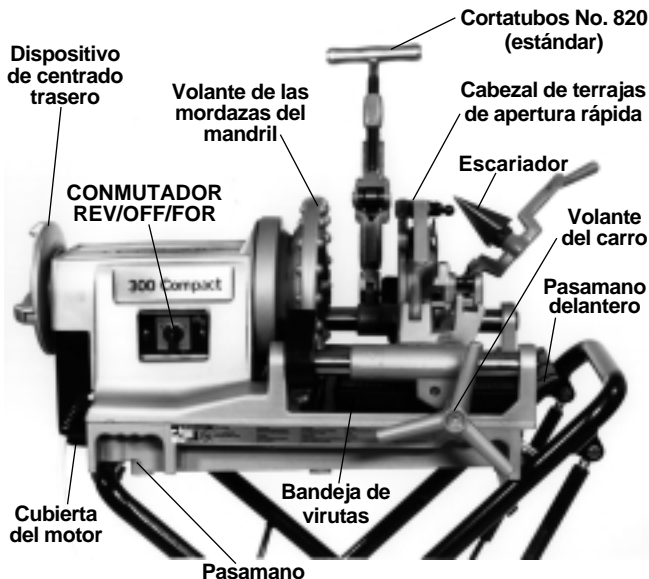

Figura 6 – Roscadora Compacta No. 300
1. Asegure que la Roscadora esté desenchufada y que su conmutador direccional se encuentre en la posición de OFF (apagado) (Figura 6).